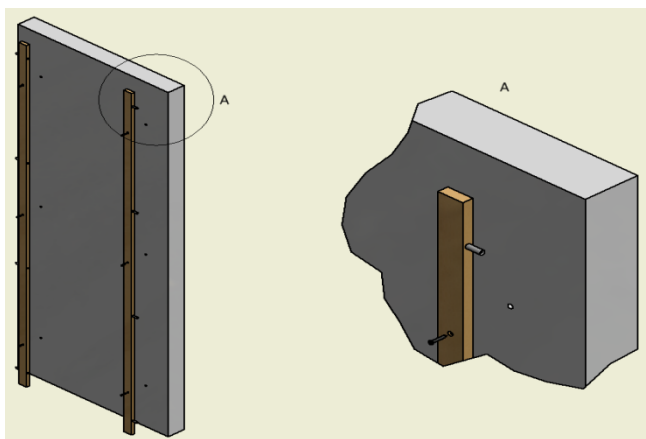

Figura 3
1. Fissare la retro struttura alla parete; il fissaggio avviene mediante viti e tasselli, forniti in dotazione. Sincerarsi che la retro struttura sia installata "in bolla", preoccupandosi di compensare eventuali problematiche sulle pareti. **(Figura 3)**